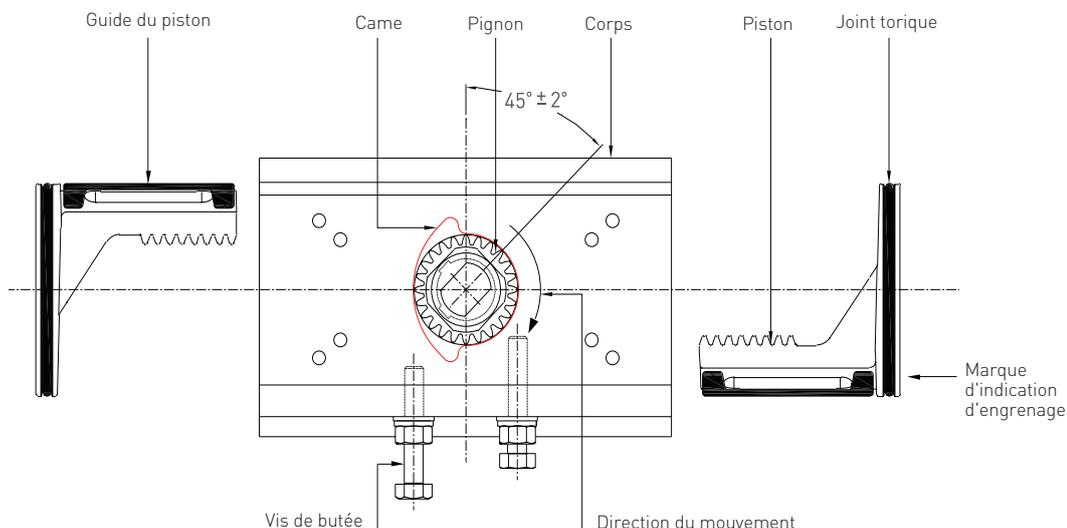

FIGURE 4 (vue de dessus)
- a. Monter l'ensemble palier de roulement supérieur (10) sur la partie supérieure de l'arbre de pignon (2) avec le joint torique supérieur (16) vers le haut.
- b. Monter l'ensemble palier de roulement inférieur (11) sur la partie inférieure de l'arbre de pignon avec le joint torique inférieur (17) au fond.
- c. Insérer la rondelle de butée supérieure (12).
6. Lors de l'insertion, mettre en place la came de butée de course (5) sur la partie supérieure de l'arbre de pignon à partir du passage de l'actionneur et contrôler la position de la clavette dans l'arbre et de la came de butée de course comme représenté dans la Figure 4. Terminer en appuyant fermement sur l'ensemble pour une mise en place adéquate.
7. Mettre en place la rondelle de butée inférieure (13) et le circlip interne (25) dans le logement inférieur du corps afin de localiser l'ensemble arbre.
8. Monter les joints toriques (18) sur les pistons (3), et graisser la crémaillère.
9. Orienter l'arbre de sortie à  $45^\circ$  comme dans la figure 4.
10. Insérer complètement les pistons avec les supports d'adossement (9), les pattes de piston sur le côté gauche de l'alésage en regardant le joint torique à partir de l'extrémité du piston (Figure 4), jusqu'à ce que les crémaillères s'engagent avec le pignon. Enfin, pousser l'ensemble doucement vers l'intérieur. L'actionneur est maintenant en position complètement fermée, et l'indicateur de l'arbre doit être à  $-5$  degrés (en pointant légèrement vers la droite).
12. Insérer la vis de butée de course (de fermeture) droite (21) avec le joint torique (19), la rondelle (14) et le contre-écrou (23) jusqu'à ce que la vis heurte la came de butée de course. Serrer le contre-écrou.
14. Insérer la vis de butée de course (d'ouverture) gauche (21) avec le joint torique (19), la rondelle (14) et le contre-écrou (23) jusqu'à ce que la vis heurte la came de butée de course. Serrer le contre-écrou. La position des vis de butée de course doit être vérifiée après l'assemblage du robinet et ajustée le cas échéant.
15. Installer les joints de flasque (20) sur les flasques (4) en appliquant un peu de graisse.